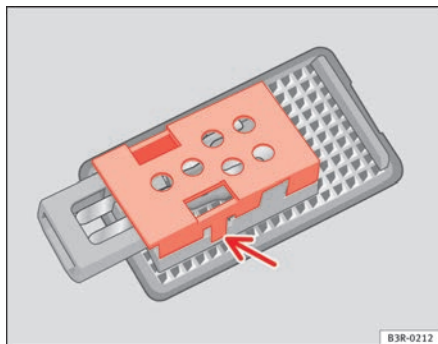

Fig. 220 Luce bagagliaio
- Smontare il coperchio protettore ed estrarre la lampadina dall'alloggiamento ⇒ fig. 220. ■